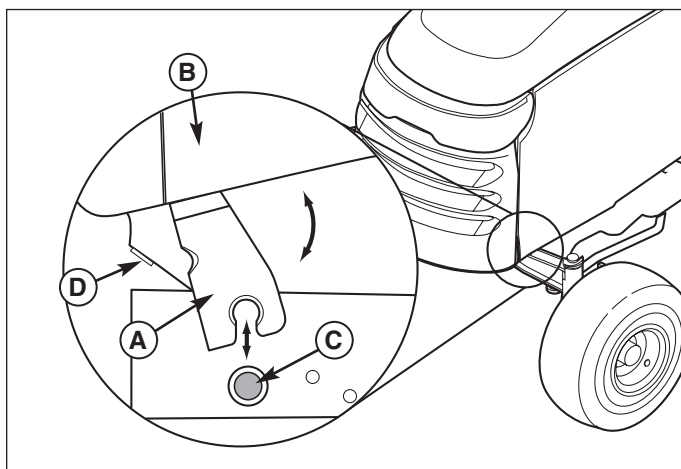

Figura 16. Rimozione ed installazione del cofano
3. Far oscillare il cofano leggermente indietro e sollevarlo (B, Figura 16) dai poli di articolazione (C). Poggiare il cofano su una superficie pulita e piatta.
1. Poggiare i poli a cardine (A, Figura 16) sui poli di articolazione (C).
2. Far rotolare il cofano in avanti fin quando non raggiunge i punti di arresto (D).
3. Montare il portalampada e la lampada (A) spingendoli nella mascherina (B) e ruotando il portalampada e la lampadina in senso orario. Ripetere sull'altro lato.